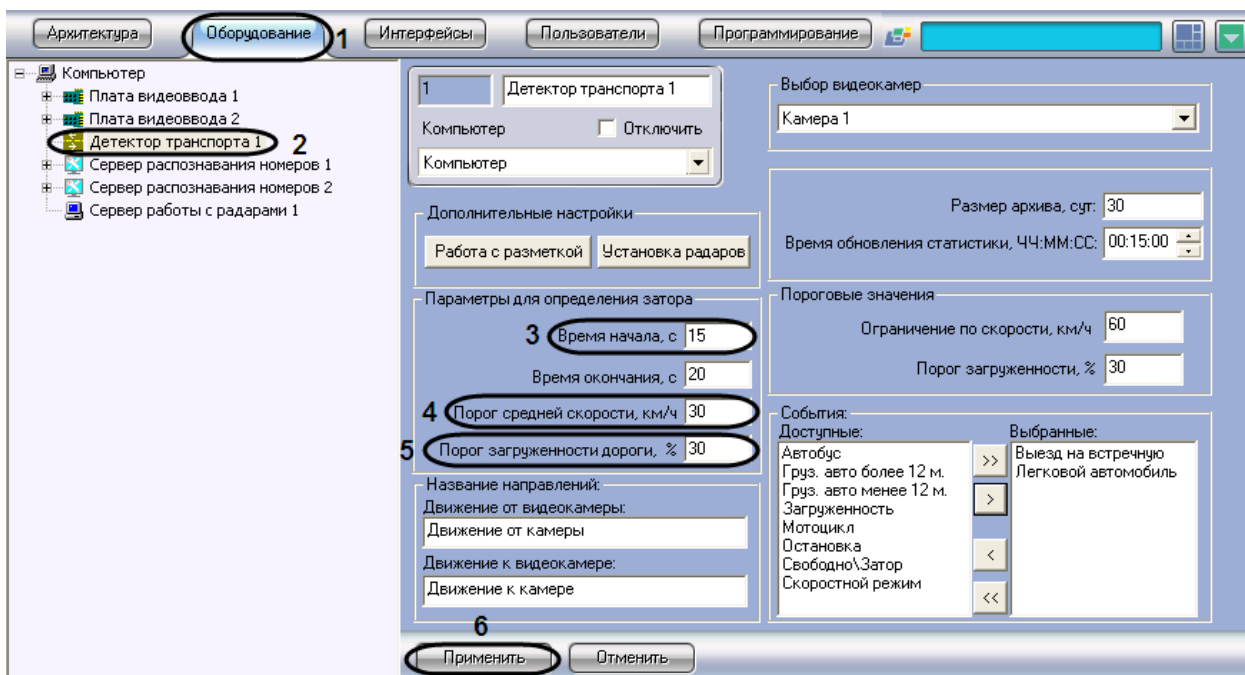

Рис. 7.4—17. Указание параметров образования затора на дороге
1. В диалоговом окне «Настройка системы» перейти на вкладку «Оборудование» (см. Рис. 7.4—17, 1).
2. В дереве объектов на вкладке «Оборудование» выбрать объект «Детектор транспорта», соответствующий настраиваемому программному модулю «Детектор транспорта» (см. Рис. 7.4—17, 2). В правой части вкладки «Оборудование» отобразится панель настройки выбранного объекта.
3. Указать период времени, в течение которого должны выполняться условия начала транспортного затора (см. Рис. 7.4—17, 3).
4. Указать минимальную среднюю скорость движения транспортного потока, до которой образование транспортного затора не возникает (см. Рис. 7.4—17, 4).
5. Указать процент загрузки дороги, выше которого возникает вероятность возникновения транспортного затора (в том случае, если другие параметры удовлетворяют условиям возникновения транспортного затора) (см. Рис. 7.4—17, 5).